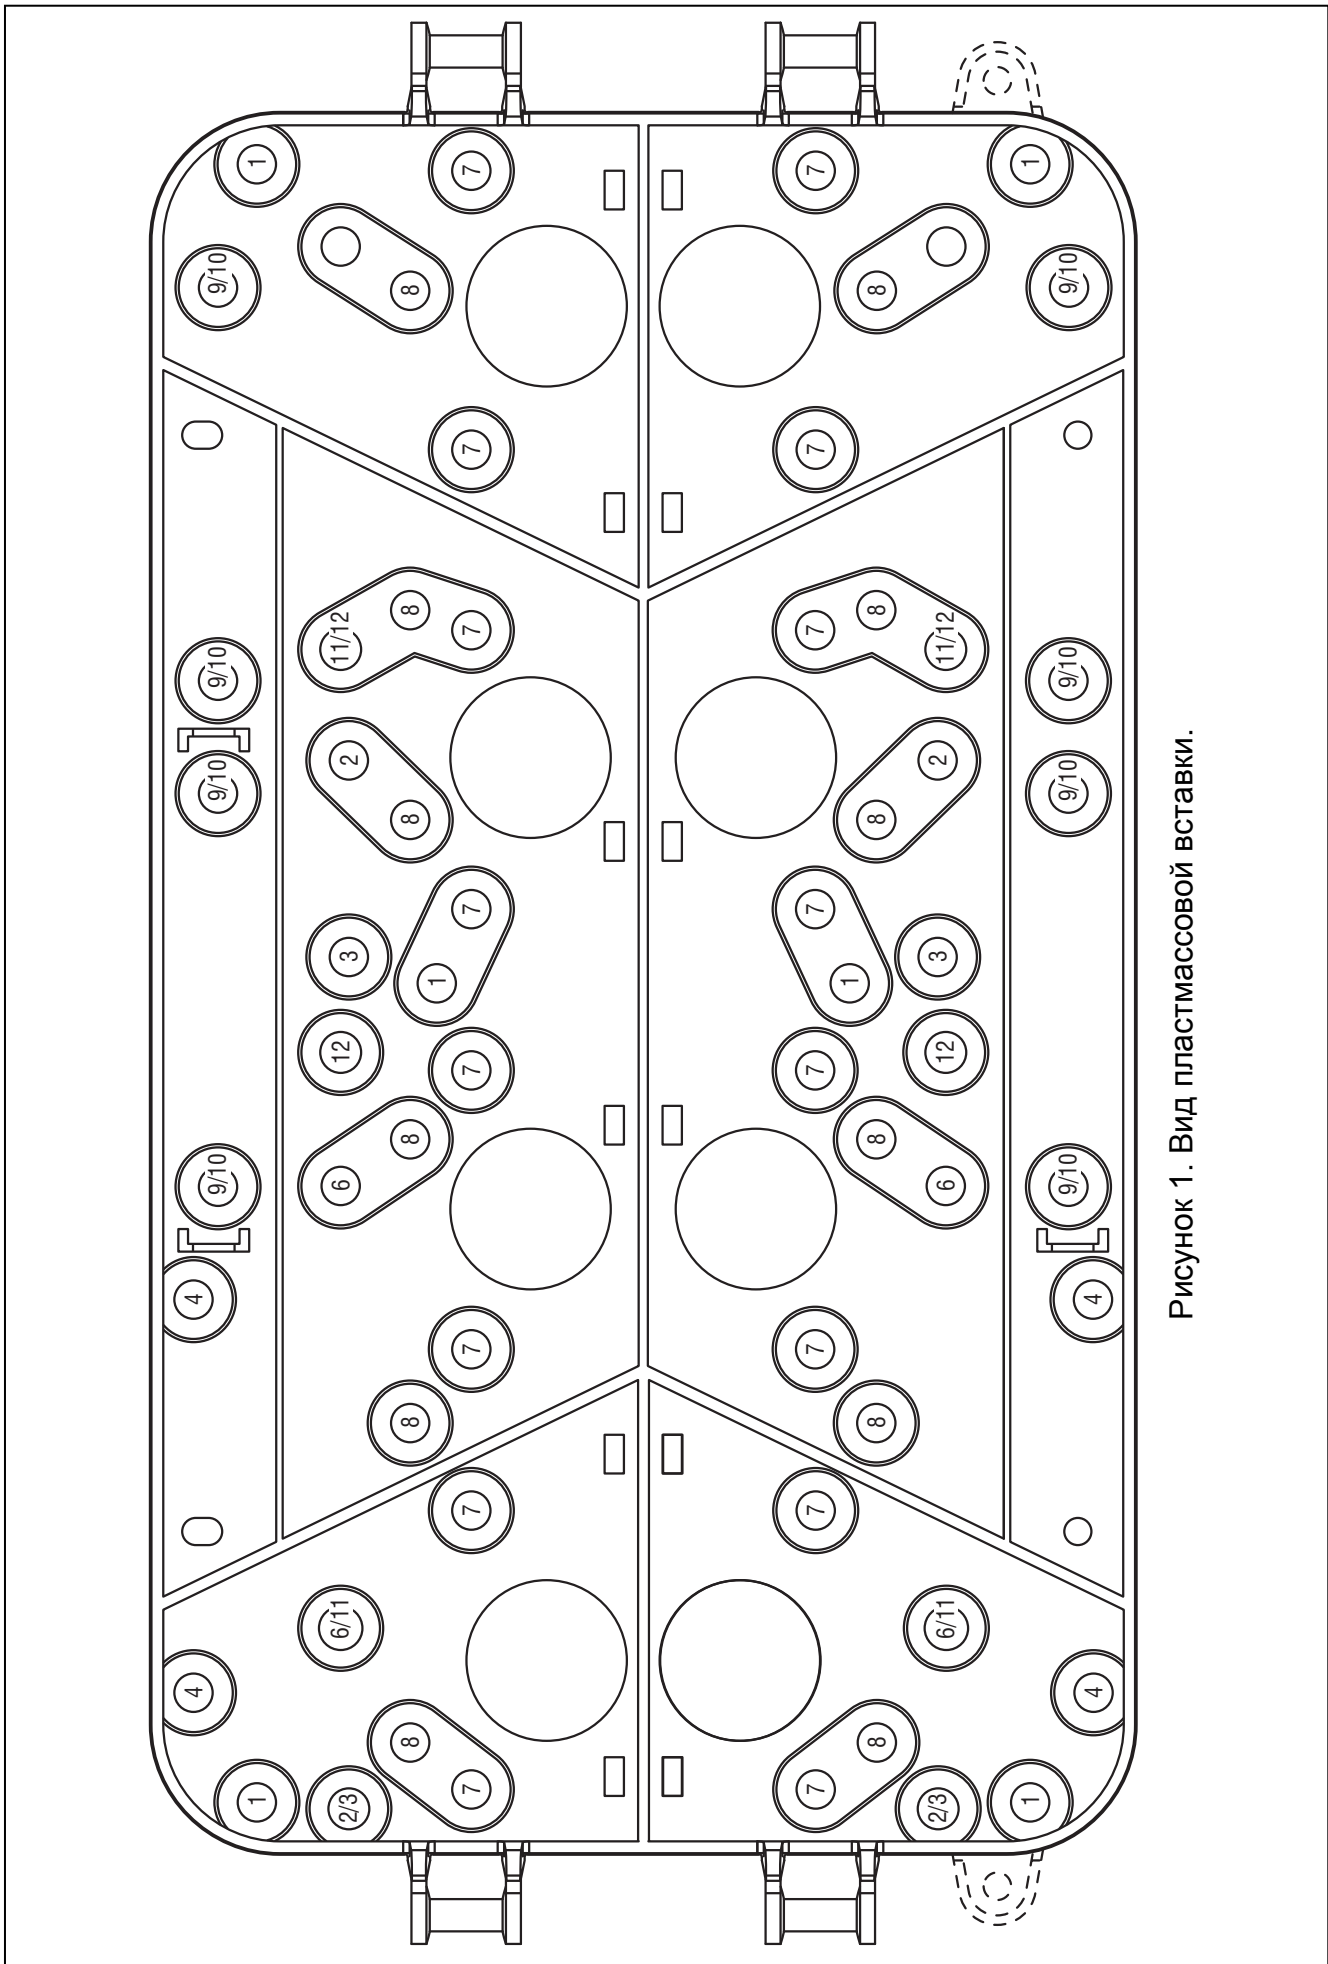

Рисунок 1. Вид пластмассовой вставки.
5. Запланируйте размещение модулей (см. рисунок 1 и таблицу 1) и разместите в соответствующих отверстиях вставок пластмассовые шпильки для крепления плат электроники (убедитесь, что они не высовываются). Рекомендуется размещать плату с БП на внутренней вставке, наглухо прикрепленной к основанию.